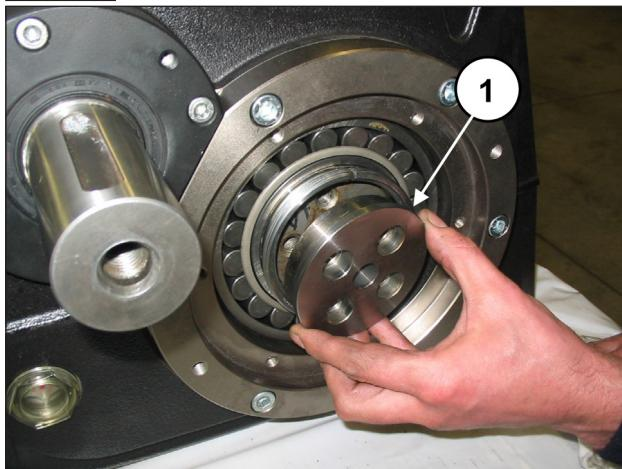

Fig. 78
Insérer les brides de maintien de la douille dans les douilles coniques (rep. ①, Fig. 78).